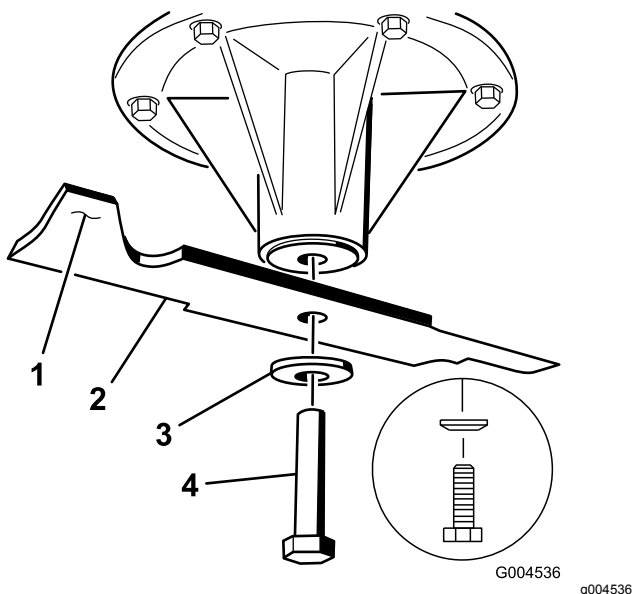

Figura 79
1. Instale lâmina no eixo (Figura 79).
2. Instale o disco de mola e o parafuso da lâmina (Figura 79).
Nota: O cone do disco de mola deve ser montado virado para a cabeça do parafuso (Figura 79).